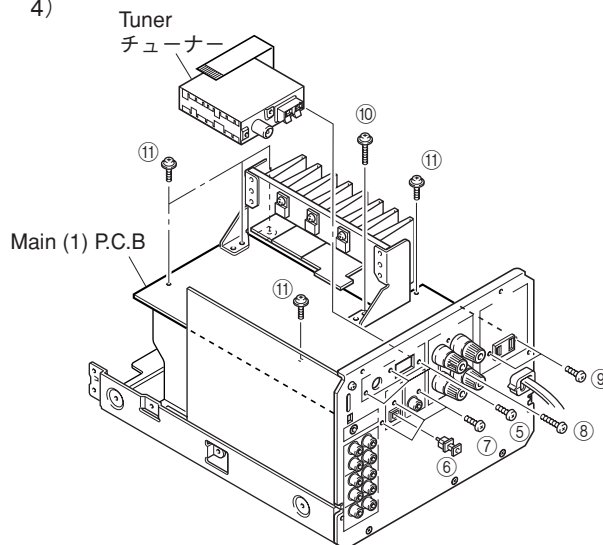

Fig. 4
- Remove 3 screws (⑤) and then remove the Tuner in Fig. 4.
- ⑤のネジ3本を外し、チューナーを取り外します。(図4)
- Remove the cap (⑥) from the Digital Output Terminal in Fig. 4.
- Remove 3 screws (⑦), 1 screw (⑧) and 2 screws (⑨) in Fig. 4.
- Remove 1 screw (⑩) and 5 screws (⑪) and then remove the MAIN (1) P.C.B. in Fig. 4.
- デジタル出力端子のキャップ⑥を外します。(図4)
- ⑦のネジ3本、⑧のネジ1本、⑨のネジ2本を外します。(図4)
- ⑩のネジ1本、⑪のネジ5本を外し、MAIN (1) P.C.B.を外します。(図4)